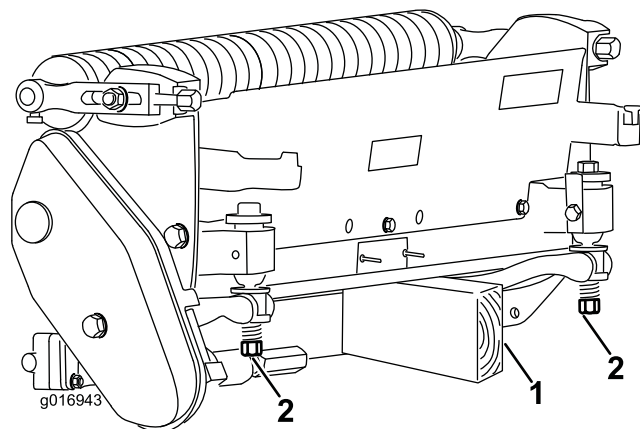

Figura 3
Ogni volta che inclinate l'apparato di taglio per esporre la controlama o il cilindro, supportate la parte posteriore dell'apparato di taglio per evitare che i dadi sul retro delle viti di regolazione della barra di appoggio tocchino il piano di lavoro (Figura 3).
- Nota:** Accertatevi che i dadi o le viti di regolazione sul retro della barra di appoggio non poggino sul piano di lavoro (**Figura 3**).
Importante: Quando occorre inclinare l'apparato di taglio per accedere alla controlama o al cilindro, sostenete la parte posteriore dell'apparato per assicurarvi che i dadi sull'estremità posteriore delle viti di regolazione della barra di appoggio non poggino sul piano di lavoro (Figura 3).